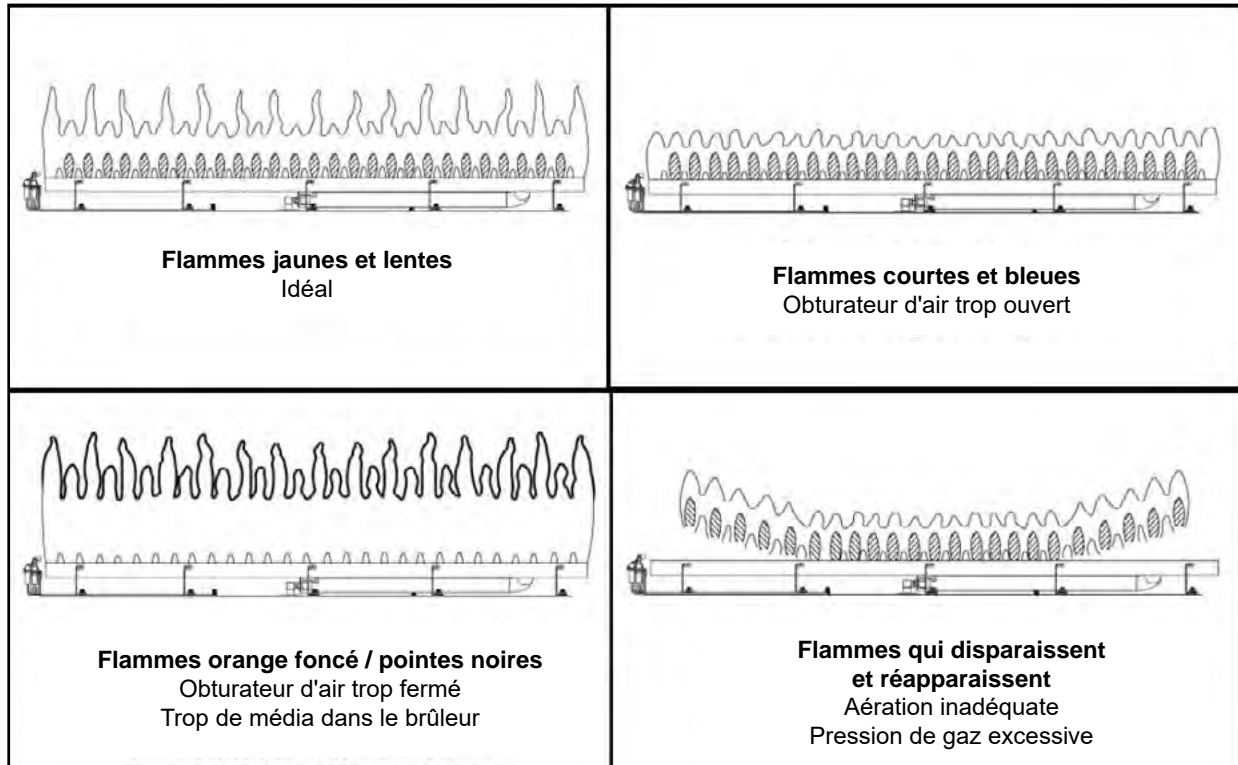
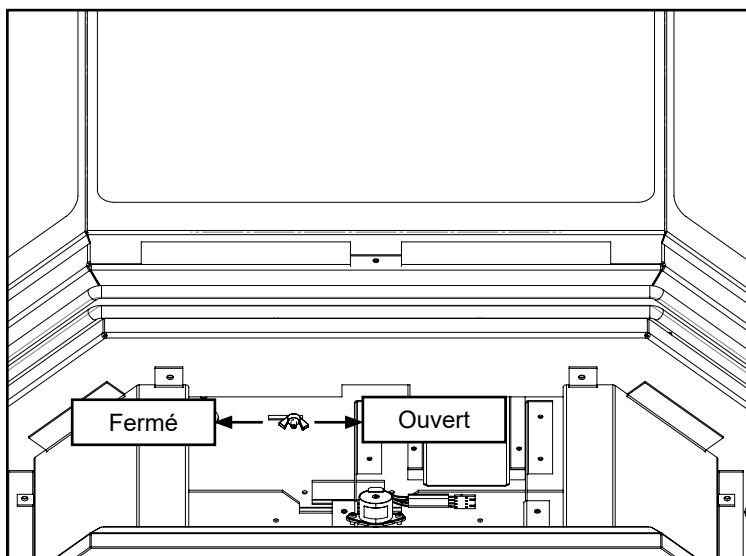

Figure 18.5.01:
Figure 18.5.02: Écrou de réglage de l'obturateur d'air (vu du dessous de la chambre de combustion).
- Inspecter et assurer que l'allumage du brûleur principal s'effectue en moins de 4 secondes après l'ouverture de la valve à gaz principale. Les flammes devraient ressembler à celles de la **Figure 18.5.01**
Le **45-DVFE28LN-1** inclut un obturateur d'air situé sous le cadre vitré du foyer, servant à ajuster le débit d'air primaire pour obtenir le patron de flammes idéal, tel que montré à la **Figure 18.5.01**. Pour l'ajuster, utilisez un tournevis pour tourner la vis de réglage de l'obturateur d'air, tel que montré à la **Figure 18.5.02**. Pour ouvrir l'obturateur d'air et augmenter le débit d'air au brûleur, faites glisser l'obturateur d'air vers la gauche. Pour fermer l'obturateur d'air et réduire le débit d'air au brûleur, faites glisser l'obturateur d'air vers la droite.